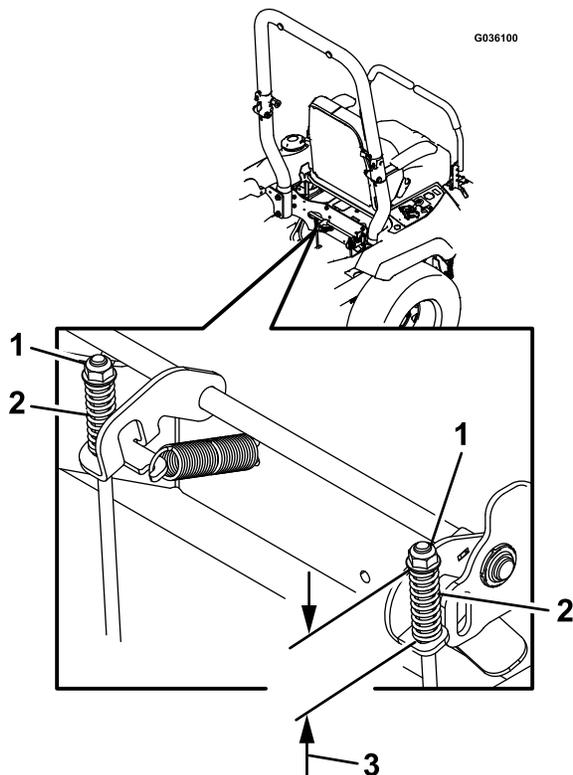

Рисунок 59
7. Перевірте довжину обох пружин, як показано на Рисунок 59. При потребі регулювання поверніть верхню гайку за годинниковою стрілкою, щоб укоротити пружину, та проти годинникової стрілки, щоб її подовжити.